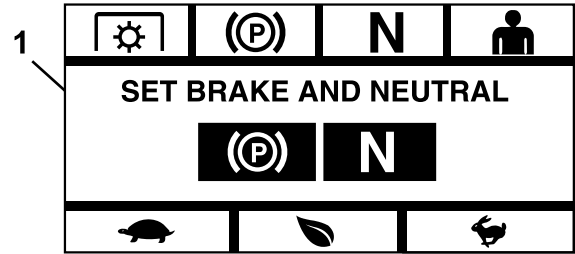

Figure 14
**Remarque:** Si vous desserrez le frein de stationnement ou si vous sortez les leviers de commande de déplacement de la position de VERROUILLAGE AU POINT MORT, quel que soit le moment, le processus est annulé et le système vous demande de serrer le frein de stationnement et d'amener les leviers de commande à la position de VERROUILLAGE AU POINT MORT (Figure 14).